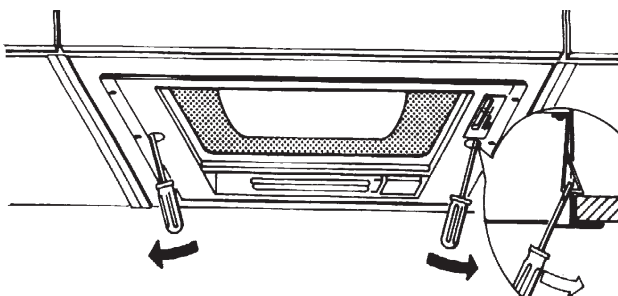

Fig. 10
- Introduzca un destornillador plano en el orificio de los muelles (derecho e izquierdo) y apriete los dos muelles hacia dentro. **Fig. 10.**